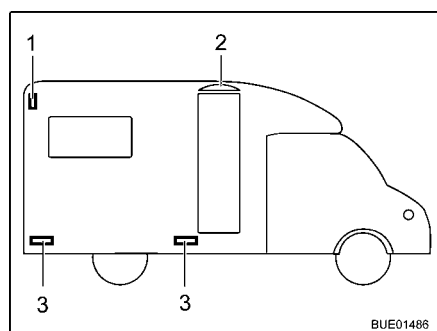

Fig. 165 Luci laterali
La luce di sagoma (Fig. 165,1) è montata nel settore della parete laterale superiore nella parte posteriore del veicolo.
Le luci di ingombro (Fig. 165,3) sono montate nella zona inferiore del veicolo.
**Luce tenda veranda** La luce della tenda veranda (Fig. 165,2) è montata sopra la porta di ingresso.